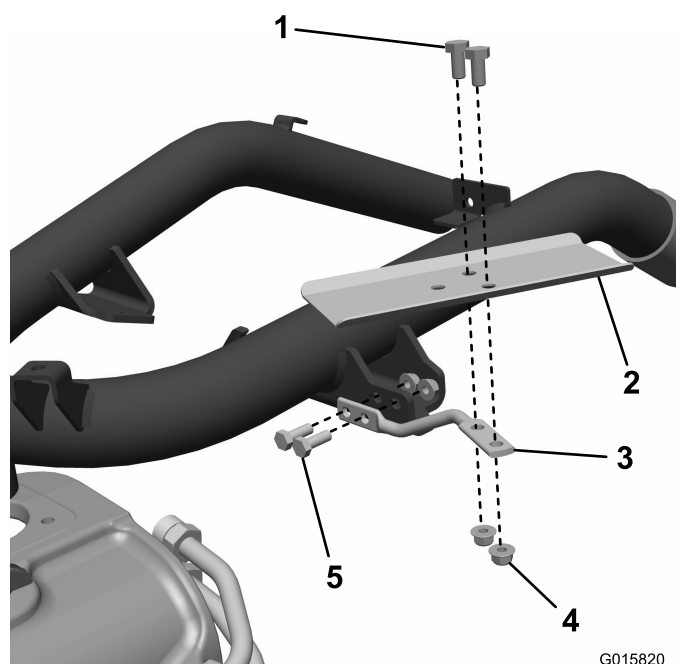

図 8
1. フレームに金具を取り付けるボルト5/16"2本とナット2個で固定する図 8。